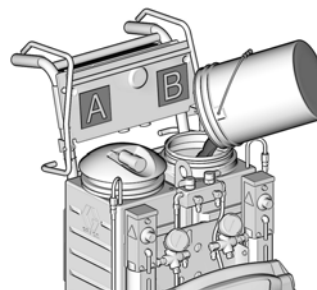

FIG. 8: Llène el tanque B con resina
5. Retire la tapa del depósito B y vierta la resina en el depósito B (lado azul). Consulte la FIG. 8.